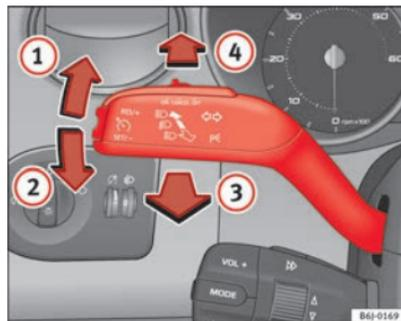

Fig. 59 Palanca de intermitentes y de luz de carretera
- Desplace la palanca hacia arriba hasta el tope ⇒ fig. 59 ① para encender el intermitente **derecho** o bien hacia abajo ②, para encender el intermitente **izquierdo**.
- Desplace la palanca hacia adelante ⇒ fig. 59  para encender la luz de carretera.